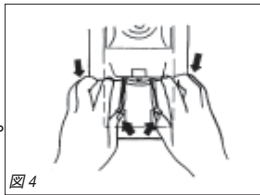

図4
1) 使用後、リザーバを外し、洗浄(図4)。止めづめを親指で外し、同時に人差し指でリザーバを引っぱり
c) ベースプレート・カバー・リザーバを取付(図4,5,6)。